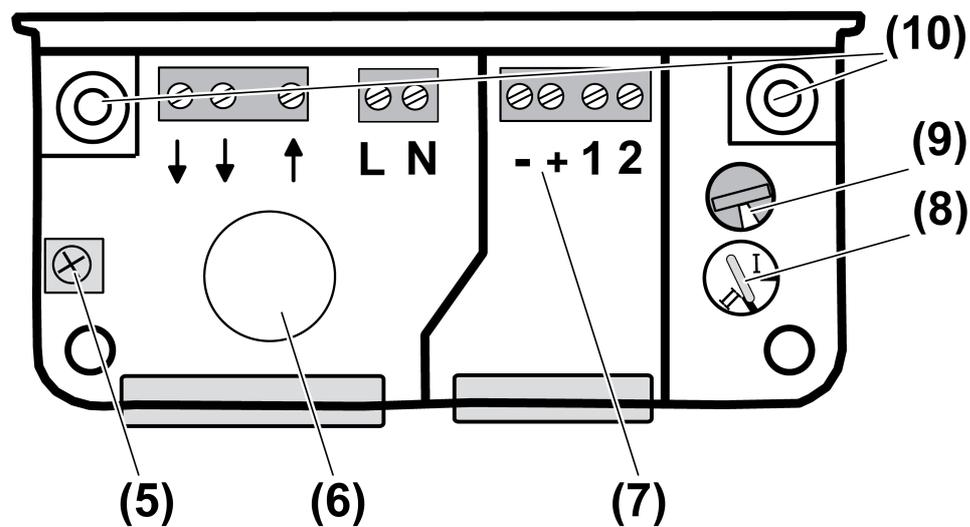

Figure 3: Zone de raccordement de l'interface
- Retirer le couvercle du boîtier de l'interface en desserrant les deux vis (3).
- En cas de passage de câbles sur la face arrière, faire passer le passe-câble en caoutchouc (6) à travers et insérer le câble (figure 3).
- Régler l'interrupteur rotatif (8) en position **II**, réglage d'usine (figure 3).